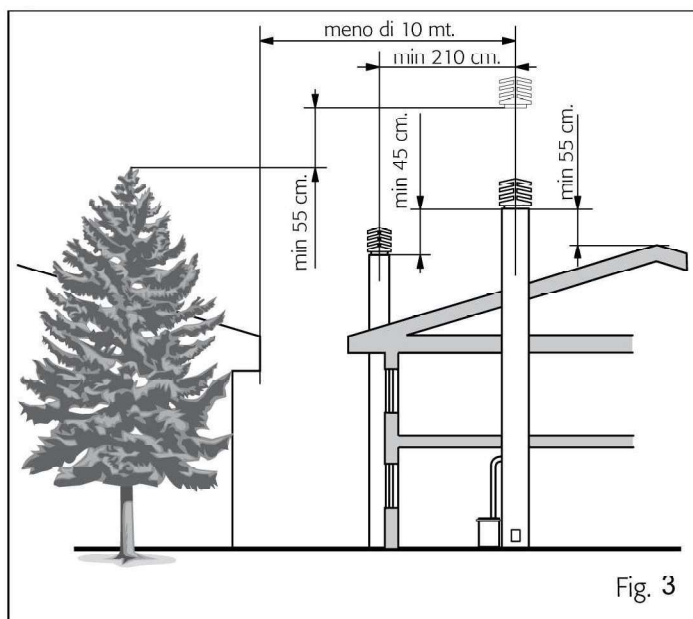

Fig. 3
- Il comignolo deve superare il colmo del tetto per evitare i venti di risacca, inoltre in presenza di altri comignoli, deve superarli in altezza di almeno 45 cm e trovarsi ad una distanza minima di 210 cm., eventualmente interporre dei separatori (fig. 3).